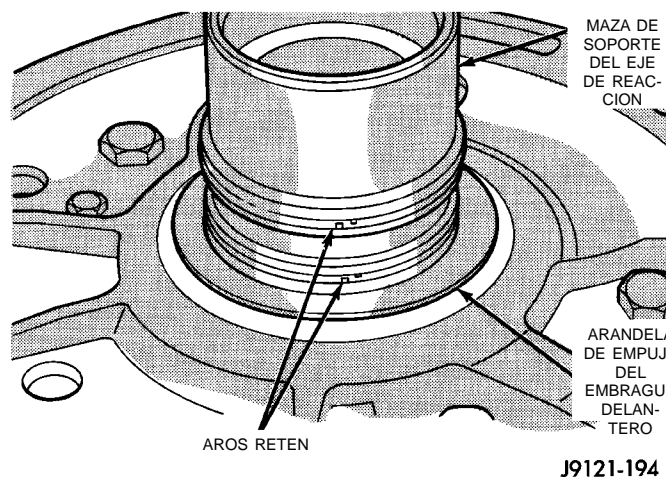

Fig. 134 Aros retén de soporte del eje de reacción y arandela de empuje del embrague delantero
(23) Verifique que los aros retén de la maza de soporte del eje de reacción estén enganchados entre sí y que la arandela de empuje del embrague delantero esté correctamente posicionada (Fig. 134). Si fuera necesario, utilice vaselina adicional para mantener la arandela de empuje en su lugar.
(24) Lubrique la junta del cuerpo de la bomba de aceite con vaselina. Lubrique el borde de la junta del eje de la bomba con vaselina.